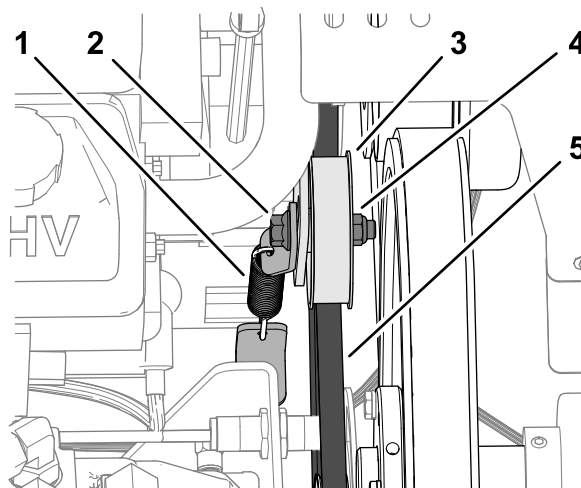

図 165
3. 油圧ポンプベルトのアイドラプーリを固定しているフランジヘッドキャップスクリューとフランジロックナットをゆるめる。ボルトがアイドラサポートのスロットの中で動くようになればよい 図 165。